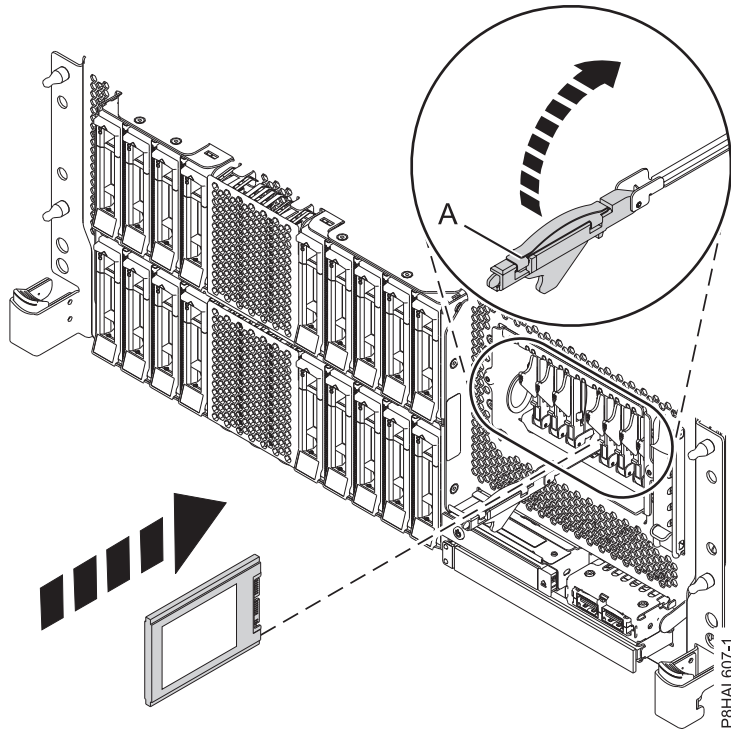
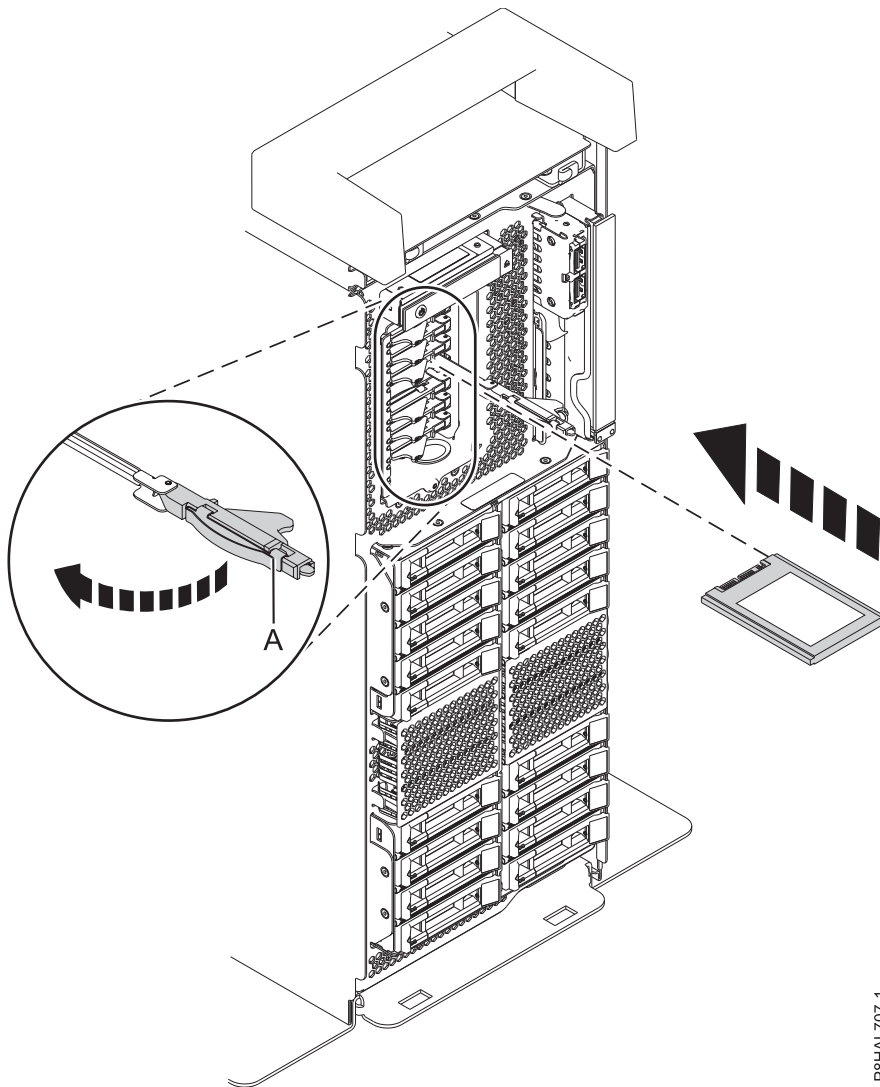

Figure 130. Remise en place d'une unité SSD dans un système à fonction étendue monté en armoire
Figure 131. Remise en place d'une unité SSD dans un système à fonction étendue autonome
14. Avec la poignée de la baie d'unité SSD (**A**) en position déverrouillée, tirez le levier vers l'extérieur pour accéder aux rails de guidage de l'emplacement SSD. Maintenez l'unité SSD par le dessous tout en l'alignant avec les rails de guidage de l'emplacement SSD. Voir figure 130, à la page 141 et figure 131, à la page 142.
18. Verrouillez l'unité en faisant tourner la poignée de la baie (**A**) dans la direction indiquée. figure 130, à la page 141 et figure 131, à la page 142.